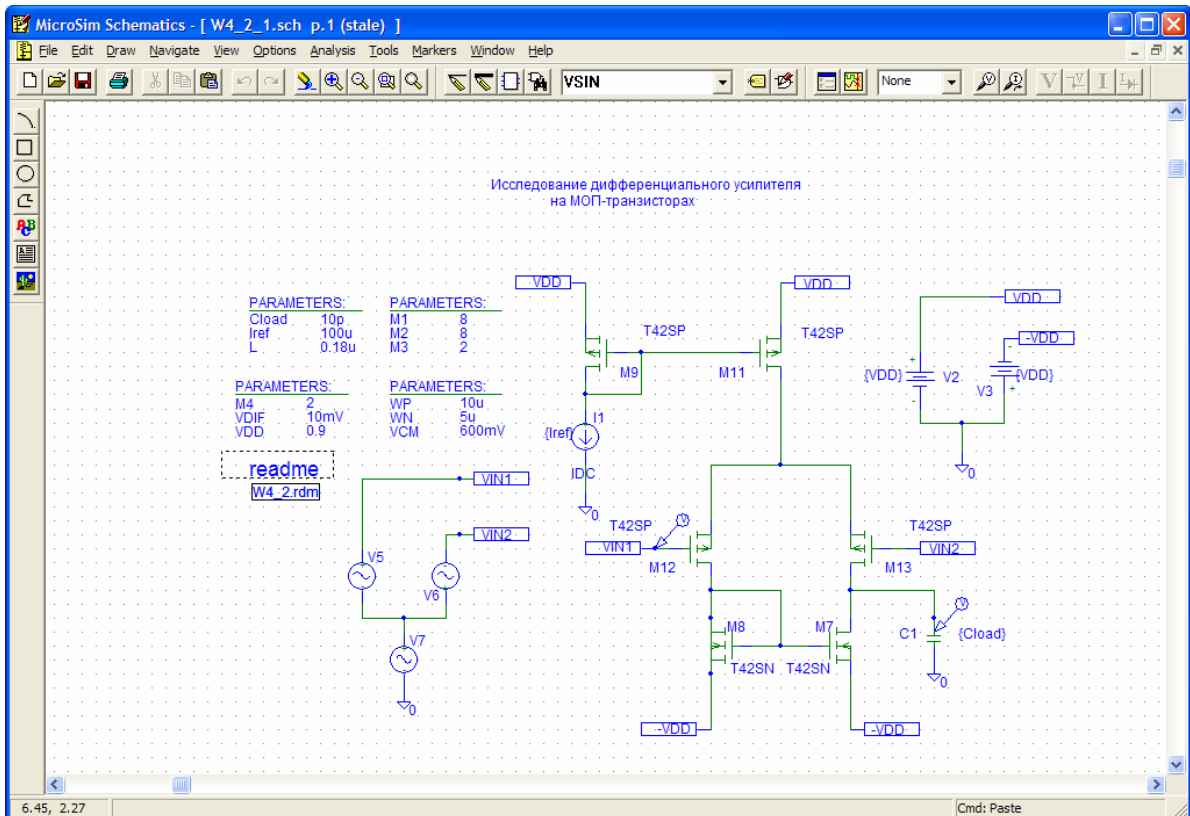

Рис. 4.2.3
1. Собрать схему дифференциального усилителя (рис. 4.2.3) и установить значения элементов в соответствии с номером варианта (табл. 4.2.1).
2. Включить на входе источники дифференциального и синфазного сигналов (рис. 4.2.3) (источники синусоидального напряжения VSIN из библиотеки SOURCE.slb). Установить атрибуты источников: DC = 0, AC = 1V, VOFF = 0. Атрибуты VAMPL и FREQ установить в соответствии с номером варианта (табл. 4.2.2). Частоту источника синфазного сигнала установить в соответствии с номером варианта.